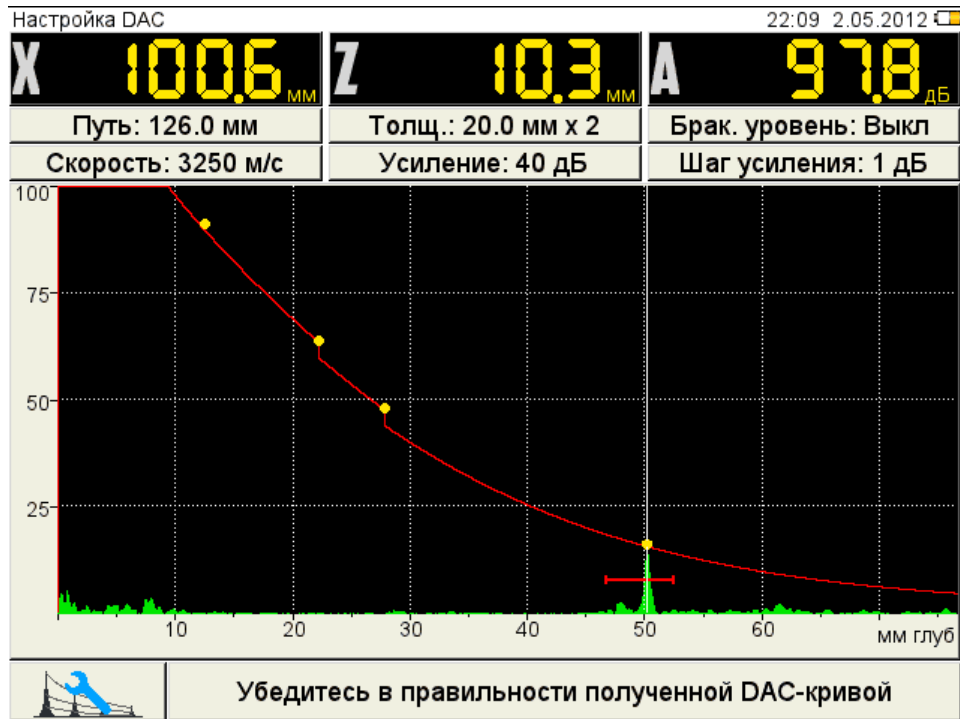

Рисунок 50
- нажать  для построения кривой (рисунок 50).